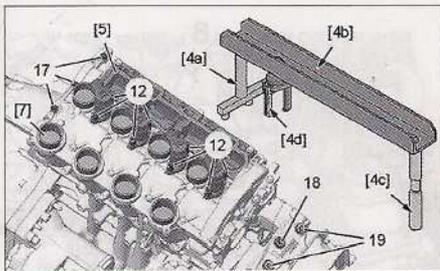

FIG. 63
- Colocar el útil [4] en el decantador (Fig.63).
- Colocar el útil [4c] apoyado en la cabeza de tornillo (18).
- Colocar el útil [4a] apoyado en las cabezas de tornillos (17).